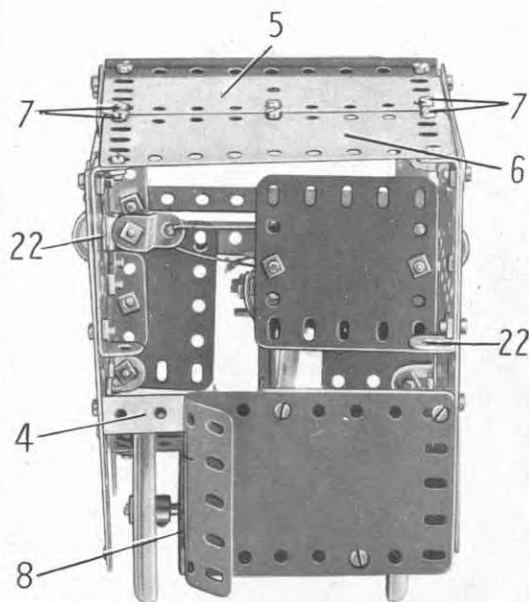

Fig. 4.26b
L'arrière est fixé sur un des côtés par une bande coudée de 60x12 mm. et sur l'autre par une bande coudée de 38x12 mm. (4). La plaque flexible est en partie repliée sur la figure 4.26b. Le toit est constitué par une plaque à charnières (5) et par une plaque flexible de 11,5x6 cm. (6) fixées sur les côtés par des équerres et des bandes coudées de 60x12 mm. (22). Ces plaques sont réunies entre elles d'un côté par une bande coudée de 60x12 mm., de l'autre par un support plat et au centre par un disque de 35 mm. placé sous le toit. La bande coudée et le support plat sont tenus par les boulons (7), le disque par les boulons (23). Le plancher est constitué par une plaque à rebords de 14x6 cm. (8) fixée au bord